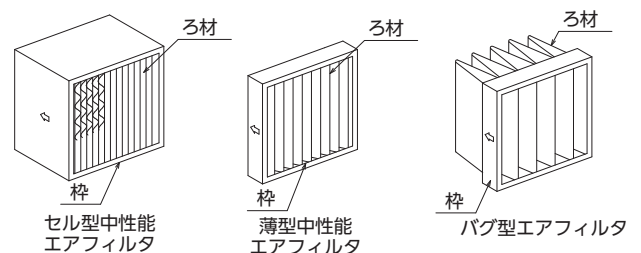

図 3-22 中性能エアフィルタ
- ・ セル型、薄型エアフィルタ、バグ型エアフィルタ、HEPA フィルタ など（図 3-22 参照）